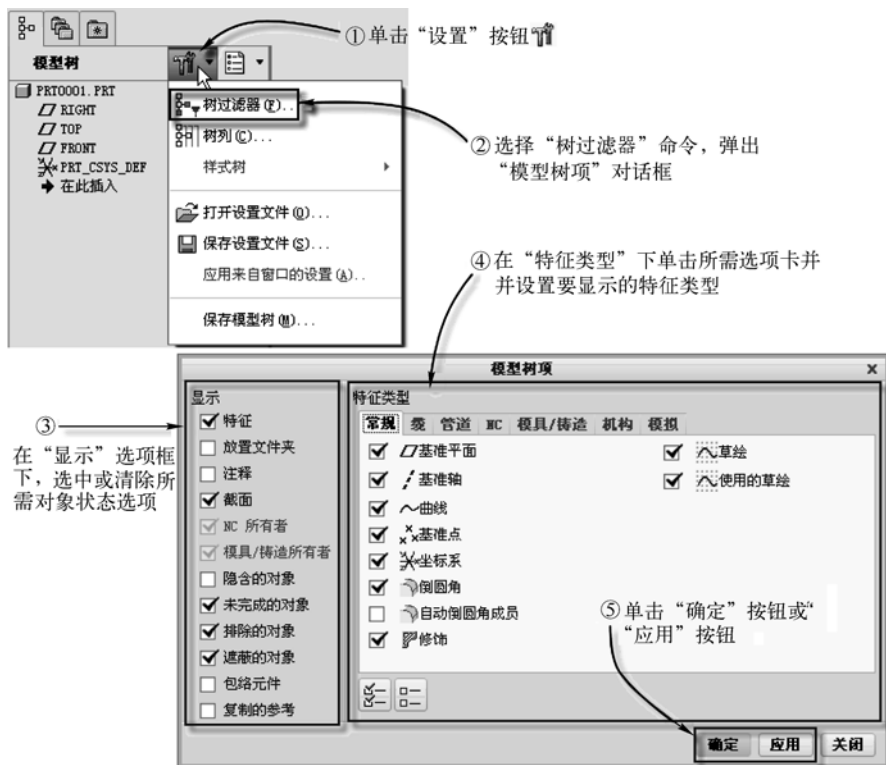

图 1-38 设置模型树项目
- 设置模型树项目显示（在模型树中按类型显示或隐藏项）的方法如图 1-38 所示。